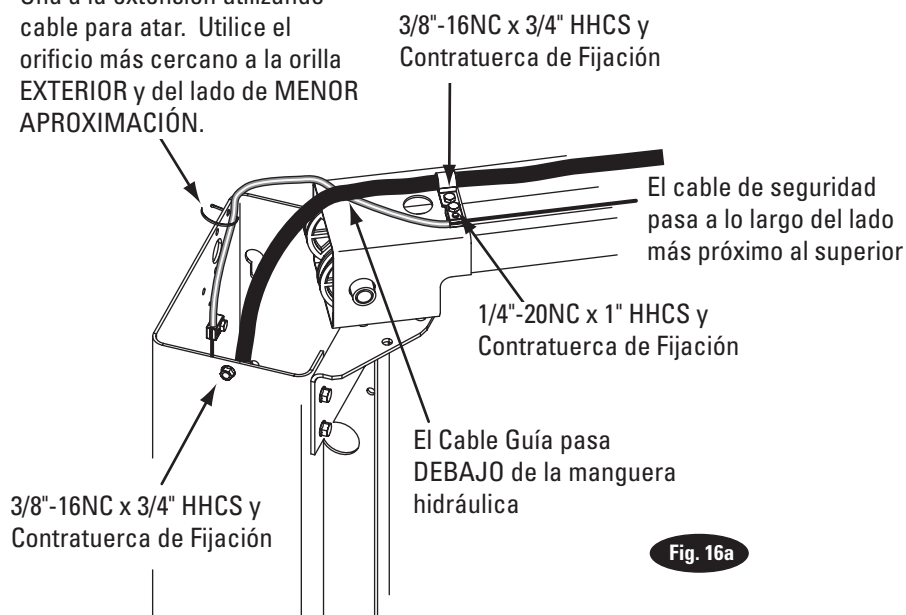
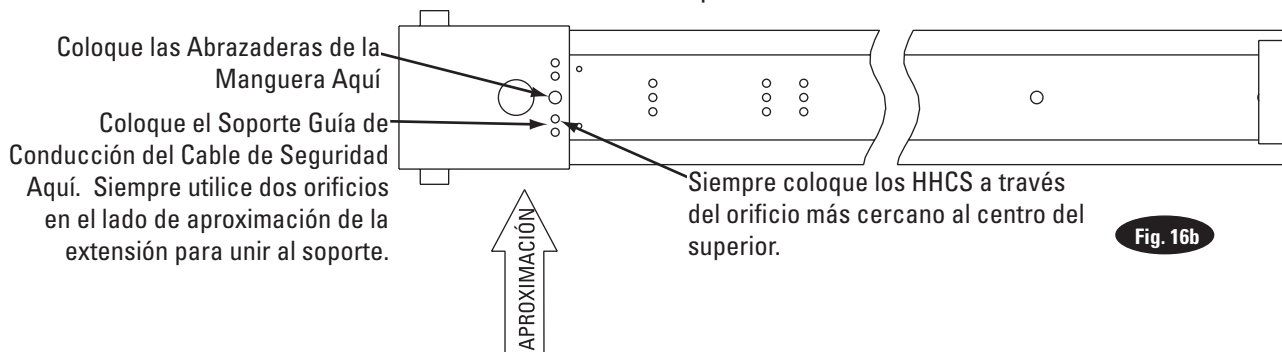

Fig. 16a
Fig. 16b
- D) Una los soportes guía del conducto del cable de seguridad a la parte superior como se muestra, Fig. 16a & Fig. 16b. Utilice siempre los orificios del lado de acceso del elevador. Los tornillos de cabeza hexagonal deben estar en el agujero más cercano a la parte superior, Fig. 16b.
- E) Introduzca el cable hacia arriba por dentro de la columna y a través de la guía del cable del cierre, Fig. 16a y Fig. 18.
Utilizando los cables de amarre que se proporcionan, amarre el cable guía a la extensión de la columna como se muestra, Fig. 16a. La guía debe de estar unida al agujero más cercano al borde exterior de la columna sobre el lado QUE NO SEA EL DE ACCESO.
- F) Continúe dirigiendo cable al cable guía de seguridad de la columna izquierda, Fig. 16a & Fig. 18, dirigiendo el cable a través del cable guía de seguridad de la columna izquierda, Fig. 16a.